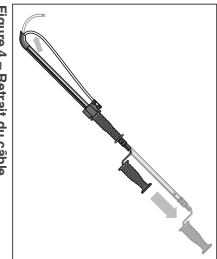

Figure 4 – Retrait du câble
5. Tirez sur la manivelle ou la perceuse pour ramener le câble dans son guide (Figure 4), introduisez soigneusement le guide-câble dans l'urinoir ou autre conduit d'évacuation en penchant le tournevis pour en faciliter l'insertion. L'extrémité du guide-câble doit être introduit dans la canalisation sans d'empêcher tout roulement du câble et de l'outil de curage qui serait susceptible d'endommager la porcelaine.